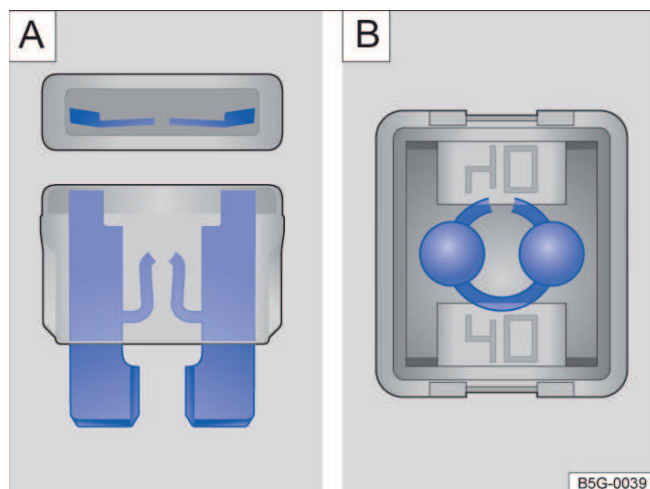

Fig. 144 Fusível queimado: **A** fusível plano, **B** fusível de bloqueio.
- Um fusível plano (ATO®, MINI®) queimado é reconhecido de cima ou de lado pela carcaça transparente nas faixas metálicas derretidas → Fig. 144 **A**.
- Um fusível de bloqueio (JCASE®) queimado é reconhecido pelas faixas metálicas derretidas por cima da carcaça transparente → Fig. 144 **B**.